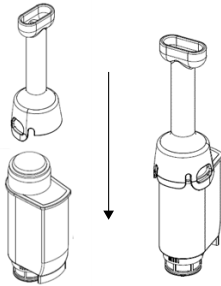

Abb.12
- ➔ Ziehen Sie den Filter mit Hilfe des Filterhalters aus dem Wassertank (Abb.12).